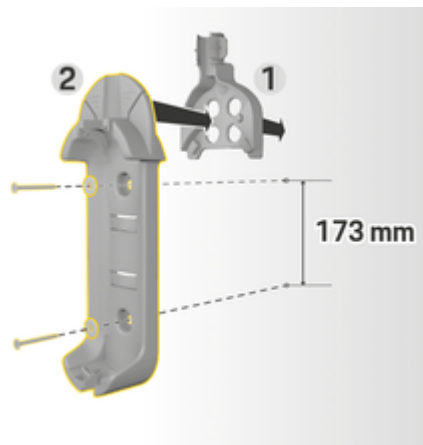

Fig. 188: Bormål
3. Trykk veggholderen (grunnversjon) 2 (Fig. 188) forfra inn i kabelføringen 1 (Fig. 188).